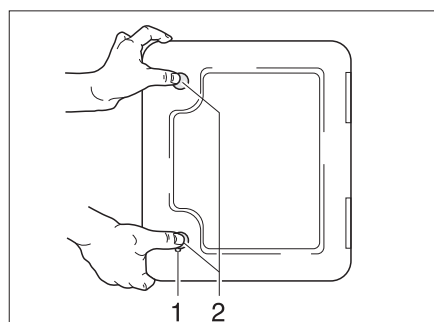

Fig. 160 Portillon pour cassette Thetford
Le portillon pour la cassette Thetford (Fig. 160) se trouve à l'extérieur du véhicule.
- Insérer la clé dans le barillet du verrou à pression (Fig. 160,1) et la tourner d'un quart de tour dans le sens des aiguilles d'une montre.
- Appuyer du pouce et simultanément sur les deux verrous de pression (Fig. 160,2) et ouvrir le portillon pour la cassette Thetford.